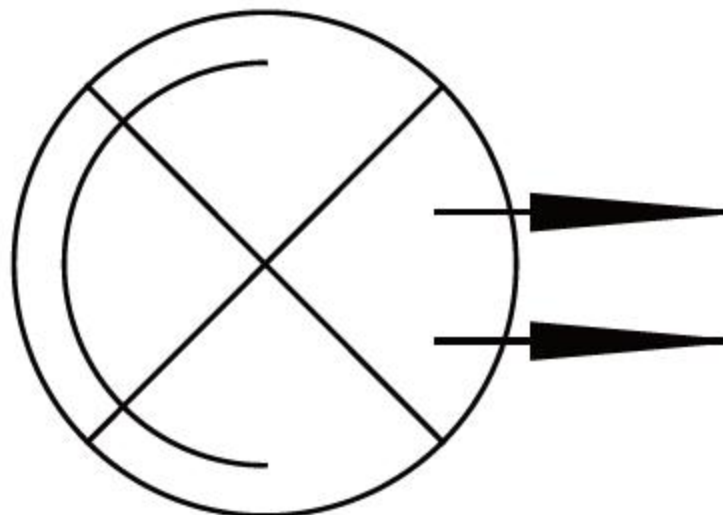

图4-72 打开素材
**01** 单击快速访问工具栏中的【打开】按钮，打开本书配备资源中的“素材\第4章\4-9 缩放聚光灯图形.dwg”文件，如图4-72所示。